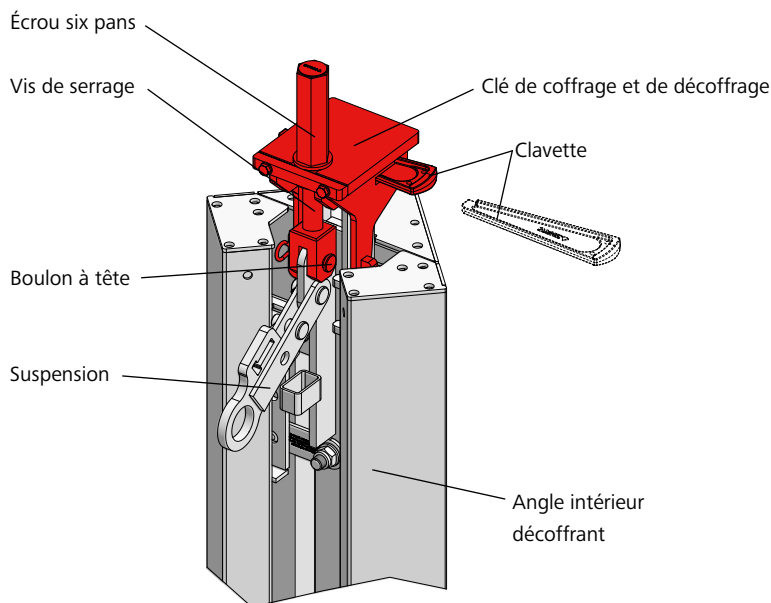

Fig. 36.3
1. Poser la clé de décoffrage pour angle décoffrant (ou la clé de coffrage et de décoffrage) sur la pièce de couplage située sur le haut de l'angle intérieur décoffrant. Vérifier que la suspension de l'angle intérieur décoffrant est orientée vers le bas (Fig. 36.3).
2. Pour fixer la clé de décoffrage sur l'angle intérieur décoffrant, utiliser le boulon à tête 16/40 et la goupille β4 de la vis de tension de la clé de décoffrage pour angle décoffrant ou de la clé de coffrage et de décoffrage (Fig. 36.3).
3. Pour bloquer la clé de décoffrage pour angle décoffrant ou la clé de coffrage et de décoffrage, enfoncer la clavette de l'angle intérieur décoffrant dans l'ouverture située sur le côté de la clé décoffrante à l'aide d'un marteau (Fig. 36.3).